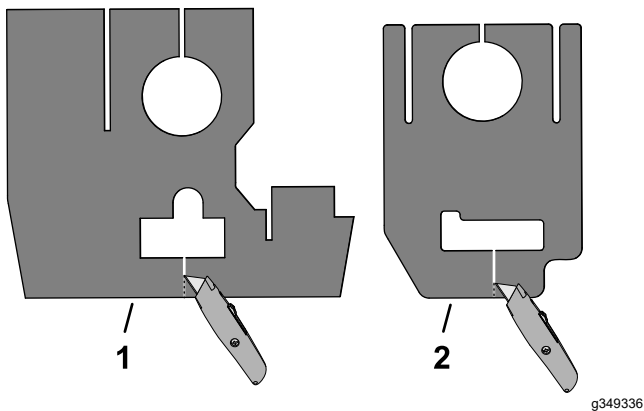

Рисунок 2
2. Отрежьте универсальным ножом верхнюю и нижнюю заглушки рулевой колонки, как показано на Рисунок 2.